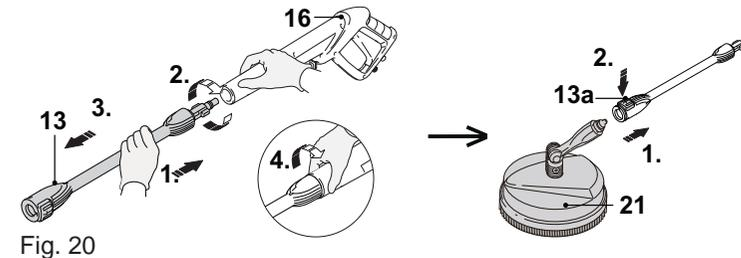

Fig. 20
3. Toujours attacher la lance extension (13) en utilisant le nettoyeur terrasse (21) (Fig. 20). Presser le bouton de déverrouillage (13a) avant d'insérer le nettoyeur terrasse (Fig. 20). Vérifier la connexion en tirant dessus. On ne doit pas pouvoir les déconnecter.